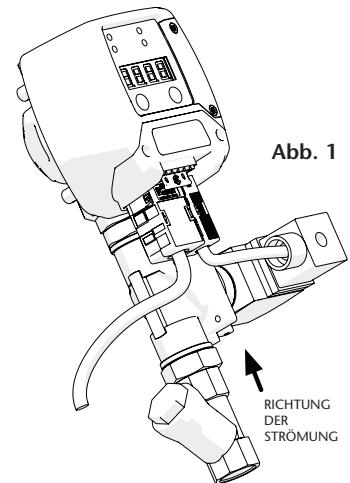

Abb. 1
ANSCHLUSS AN DAS ROHRLEITUNGSSYSTEM (ABB.1)
- In Abb. 1 ist eine typische Installation dargestellt, die je nach Einzelfall variieren kann.